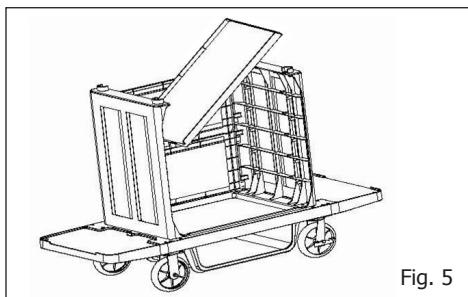

Fig. 5
- Visser les panneaux des étagères dans les panneaux latéraux avec les pièces E et K (Fig. 5).